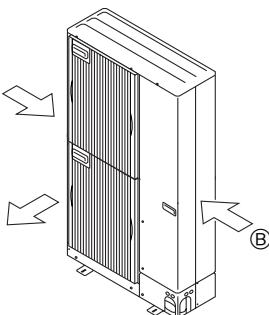

Fig. 2-16
- ② Εγκαταστήστε τη μονάδα με τρόπο ώστε ο αέρας που βγαίνει από το στόμιο εξαγωγής να φυσά κάθετα σε σχέση με την κατεύθυνση του ανέμου, εάν αυτό είναι δυνατό. (Fig. 2-16)